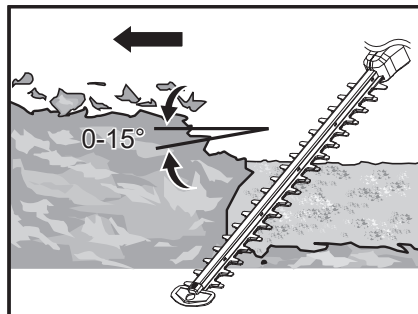

Fig. 28
8. Après la taille des côtés, passer à la partie supérieure. Essayer de maintenir le dispositif de coupe incliné à un angle d'environ 15° par rapport à la surface de coupe (Fig. 28).